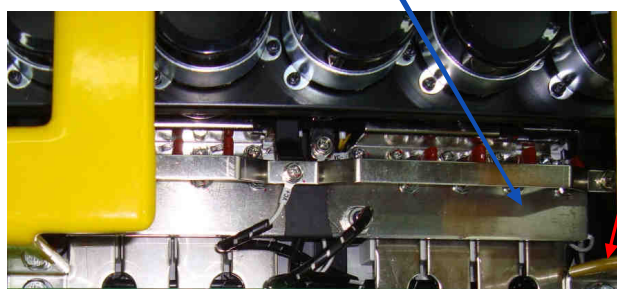

Рис. 4.14.
4.9.4. Проверить резисторы предзаряда (рис. 4.14), подсоединяя мультиметр в режиме измерения сопротивления к цепи «R» и к выводу «+ (анод)» диода предзаряда. Показания прибора должны быть в пределах $60 \text{ Ом} \pm 10\%$. При иных показаниях прибора резистор предзаряда считается неисправным и подлежит замене.